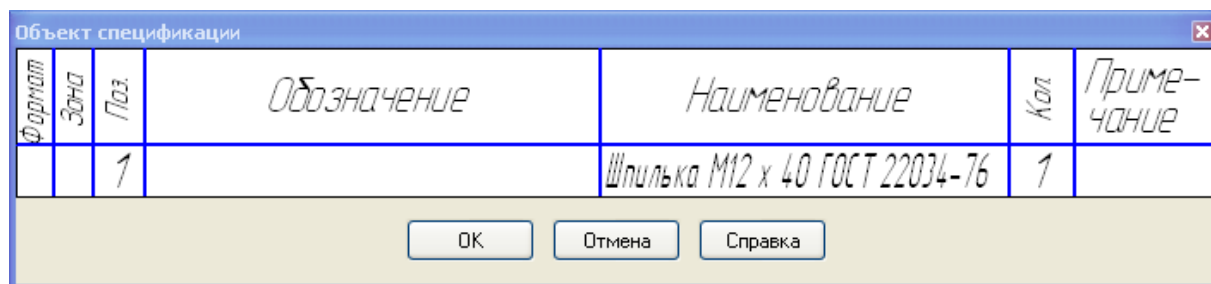

Рисунок5 – Окно строки спецификации
3. После вставки Шпильки появится окно строки спецификации (Рисунок5), нажмите ОК.